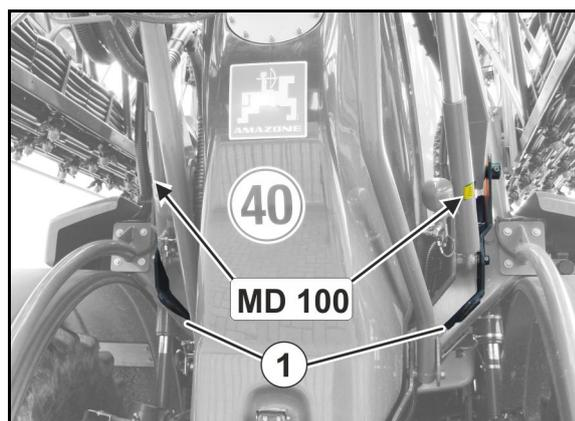

Fig. 5
- To festepunkter bak (Fig. 5/1)